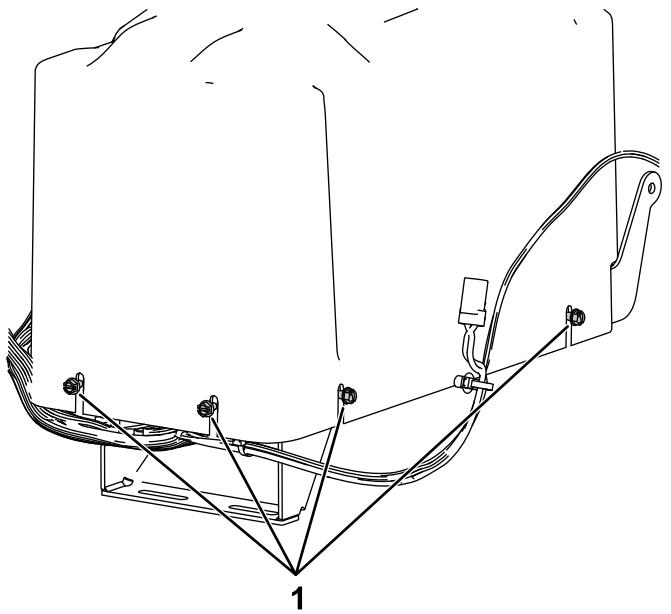

Figure 7
- Desserrez les 8 vis qui fixent le couvercle de la batterie et déposez le couvercle (Figure 7).